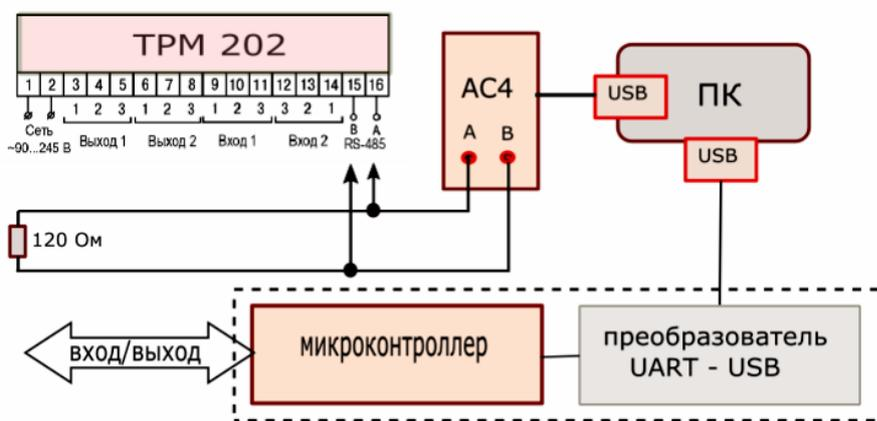

Рисунок 3. Комбинированная схема подключения приборов к компьютеру через интерфейсы RS485 и UART-USB.
Второй вариант (рис.3) предусматривает наличие 2-х USB портов компьютера. Один порт используется для подключения измерителя-регулятора TPM202 по линии RS485, ко второму порту подключается микроконтроллер через преобразователь UART-USB.
2. Подключить TPM202 к преобразователю АС4 как показано на рис.3